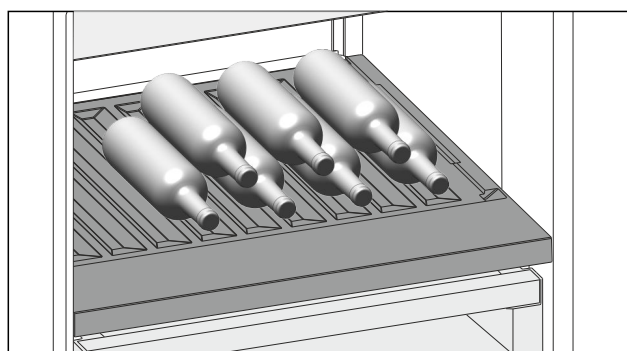

Fig. 99
- ▶ Бутылки укладывают дном к задней стенке. (см. Fig. 99)